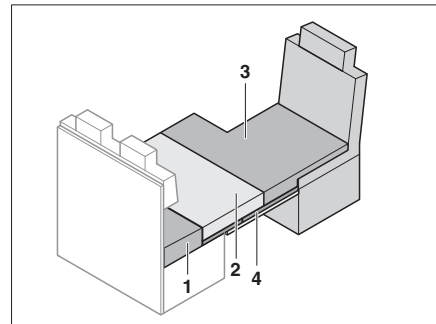

Bild 171 Efter ombyggnaden
- Lägg extradynan (Bild 171,3) på förarstolen.
- Lägg sittdynan (Bild 171,2) på underlägget för extrasängen.